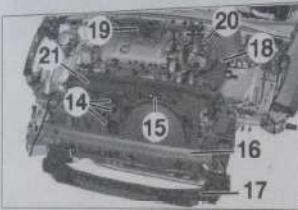

Fig. 84
- Dégager et écarter le boîtier fusibles moteur (8).
- le raccord d'entrée d'air (9).
- le couvercle du filtre à air (10).
- le couvercle du boîtier de servitude moteur (11).
- le cache batterie (12).
- l'armature de bouchier (13).
- les connecteurs du motoventilateur (14) (Fig. 84).
- le connecteur du contacteur de capot (15).
- la traverse (16).
- la poutre pignon (17).
- le bac à batterie (18).
- le boîtier du filtre à air (19).
- Désaccoupler les durits de l'aérotherme (20).
- Déposer la façade avant (21).